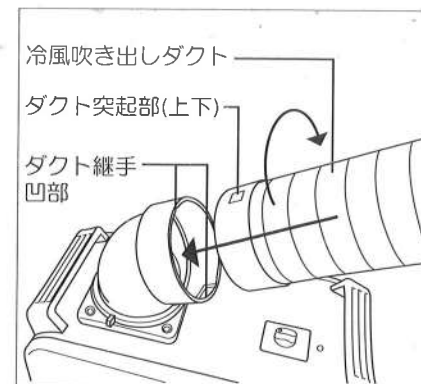

図3
- ①冷風吹き出しダクトを、両手で引き延ばしてください。
- ②冷風吹き出しダクト突起部(2カ所)を、ダクト継手凹部(2カ所)に合わせて差込みます。(図3参照)
- ③右回し(時計回り)で止まる所まで回してください。